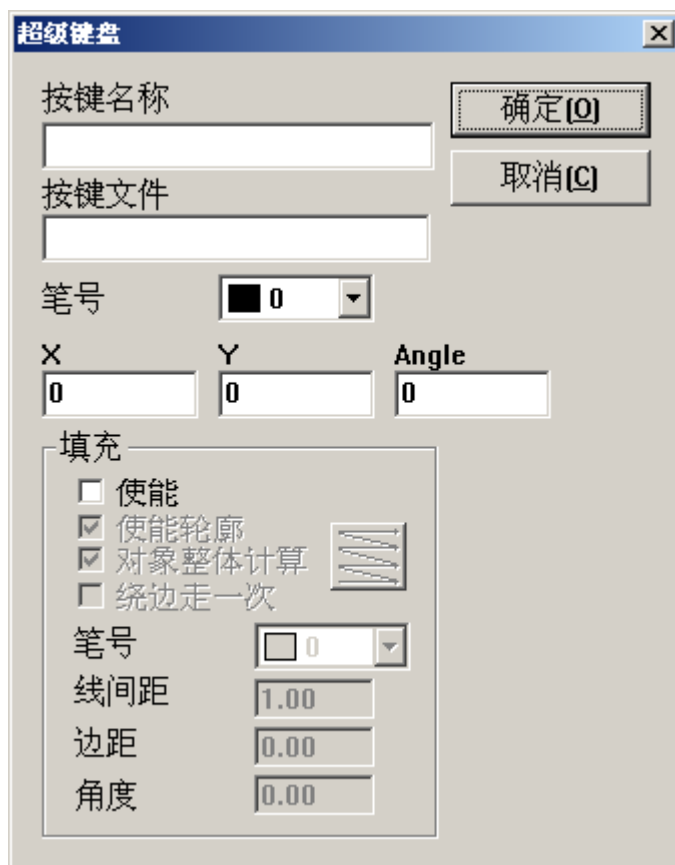

图 8-21
3. 点击按键列表下面的  按钮， 然后系统弹出如下图 8-21 对话框：